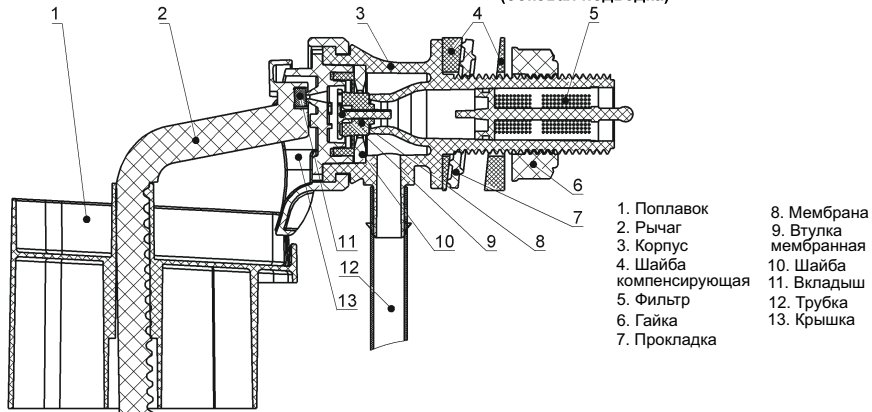

Рис. 1 - Клапан впуска
| - клапан впуска, комплект (см. рис.1)..... | 1 |
2. Для регулировки уровня воды в бачке переместите поплавок 1 по рычагу 2 вверх или вниз (см. рис.1)
| 1. Клапан впуска (рис.1 на обороте) | | |